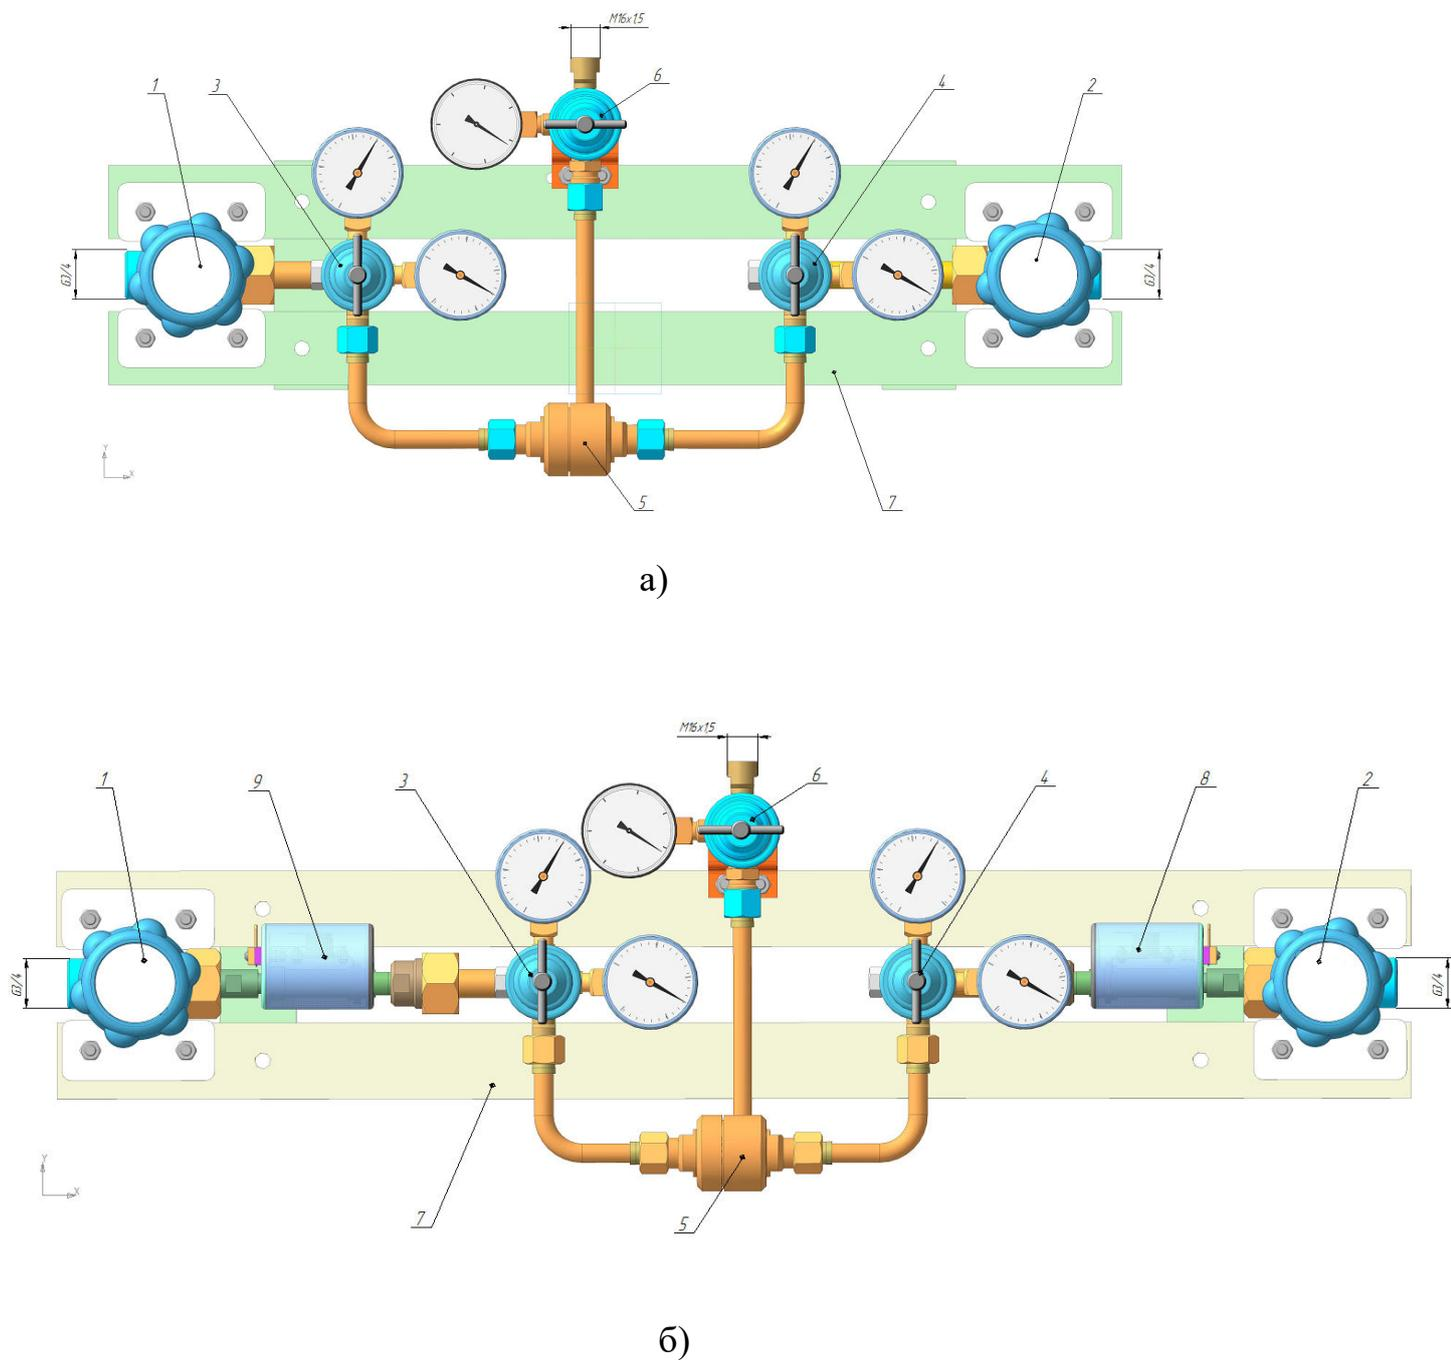

Рис.1 Щит автопереключения плеч перепускных газовых рам.
4.1 На рис. 1 изображены общие вида щитов автопереключения
4.2.1 В зависимости от условий эксплуатации щиты выполняются без подогрева газа (Рис.1а) или с установкой подогревателей газа 8,9, расположенных между запорными клапанами 1,2 и редукторами 3,4 (Рис. 1б).